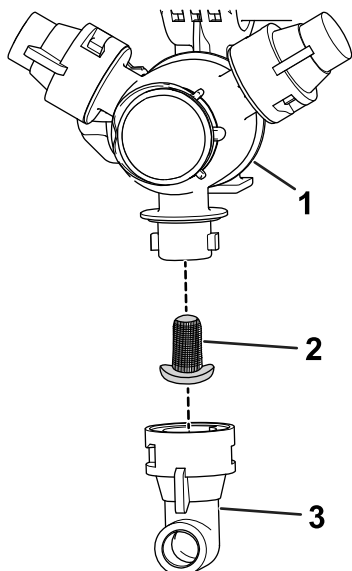

Figura 54
2. Rimuovete l'ugello dalla torretta di irrorazione (Figura 54).
3. Rimuovete il filtro dell'ugello (Figura 54).
5. Montate il filtro dell'ugello (Figura 54).
6. Montate l'ugello sulla torretta di irrorazione (Figura 54).